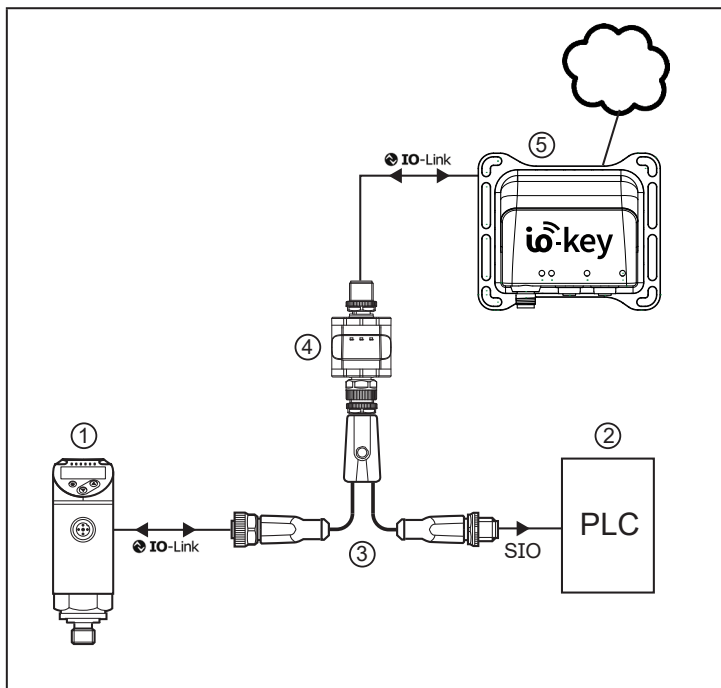

Abb. 4.2: Beispiel einer Systemeinbindung
In der Konfiguration nach Abb. 4.2 schaltet der Datensplitter (4) das ursprünglich im SIO-Mode betriebene IO-Link Device (1) in den IO-Link Mode um und verbindet die damit neu entstandene IO-Link Kommunikation mit dem IO-Link Master (5).
Im Auslieferungszustand des Geräts ist durch den IO-Link-Master ((5) in Abb. 4.2) nur lesender Zugriff auf das angeschlossene IO-Link Device (1) möglich. Schreibzugriff ist erst nach expliziter Aufhebung des Schreibschutzes möglich.
Maximale Distanz zwischen (3) und (2), Abb. 4.2: → Technische Daten der verwendeten Anschlusskabel und der weiteren angeschlossenen Komponenten.
- ▶ Gerät gemäß Abb. 4.2 mit dem Y-Verbinder AA047 an das IO-Link Device, Anlage und IO-Link-Master anschließen.